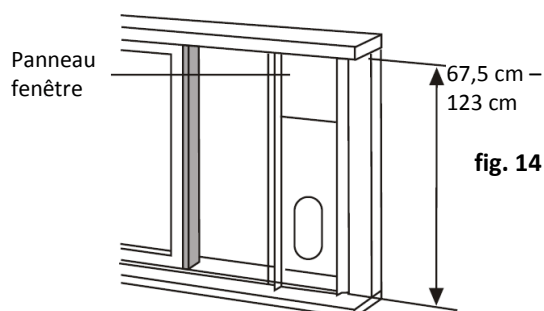

fig. 14
3. Coupez le joint en mousse (autocollant) en longueur correcte et collez-le sur le battant gauche selon fig. 14.